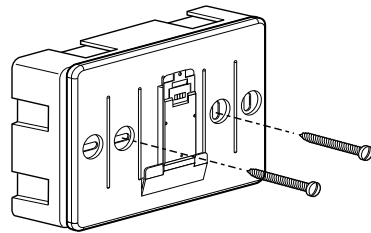

рисунок 2
- установите крышку с фиксаторами на коробку на стене, используя винты, входящие в комплект (рис. 2),